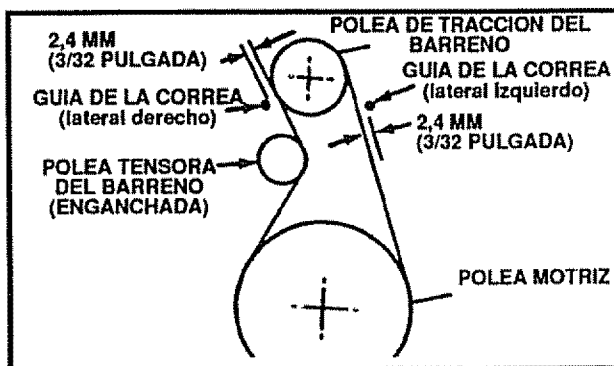

FIG. 29
- Mida la distancia entre las guías y la correa (vea la Fig. 29). Esta distancia debe ser de 2,4 mm (3/32 pulgada) para cada guía.